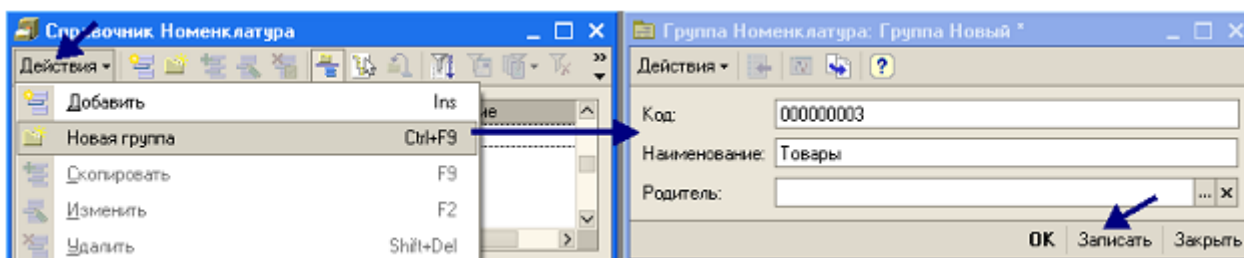

Рис. 32
- выполните пункт *Действия* → *Новая группа*. В открывшемся окне диалога “*Группа Номенклатура*” (рис.32) укажите наименование группы *Товары*;